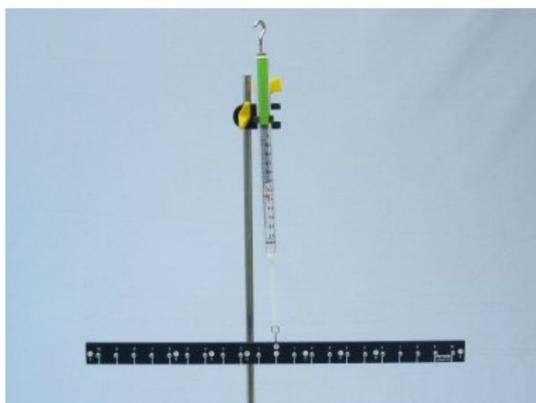

Fig. 12
- Determina il peso (forza) F_B della trave con il dinamometro da 2 N (Fig. 12) e registra il valore nel input box sopra alla Tabella 1 nella pagina dei Risultati.